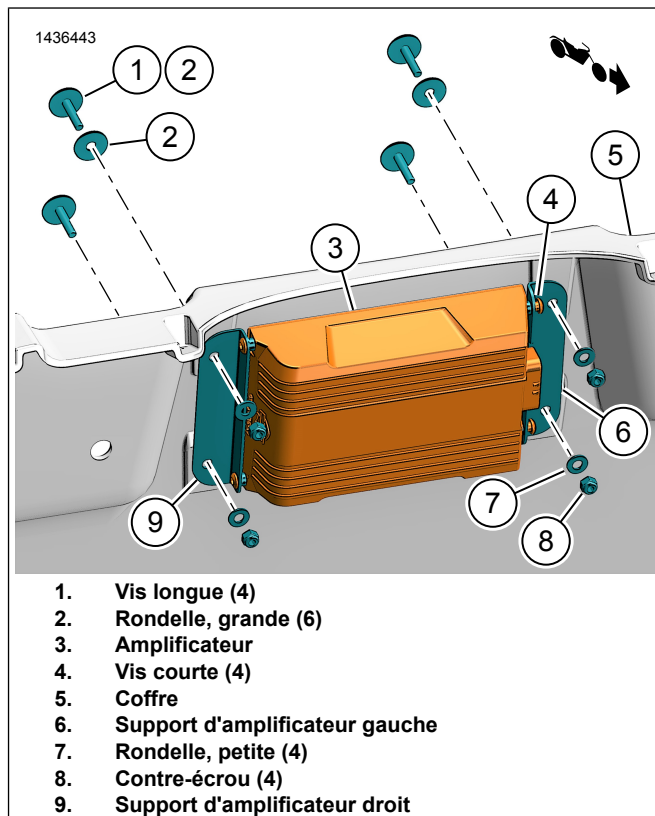

Figure 2. Supports de montage d'amplificateur
1. Voir la figure 2. Installer les supports de montage de l'amplificateur.
- a. Installer les supports (6, 9) sur l'amplificateur (3).
- b. Poser les vis (4). Serrer.
Voir la figure 2. Monter l'amplificateur à l'aide de supports.